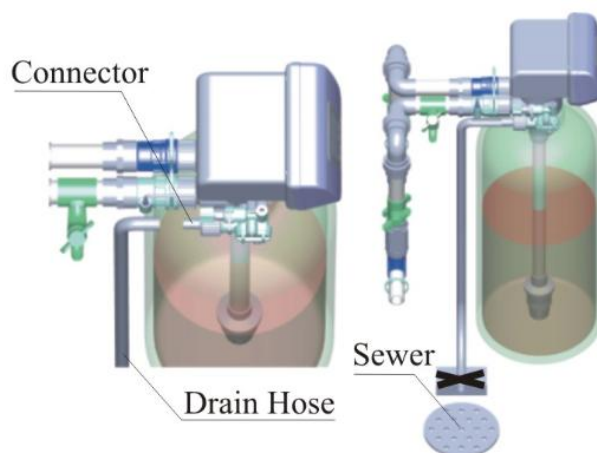

Рисунок 1-4
5. Монтаж дренажной линии (см. рисунок 1-4).
- убедитесь в том, что сливной шланг не присоединен к канализационному коллектору и оставьте некоторое пространство между ними для избегания попадания сточных вод в фильтр обратным ходом (см. рисунок 1-4)